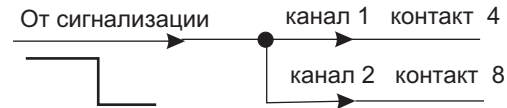

Рис.2. Управление низким потенциалом
Управление низкими потенциалами производится через контакты 4 и 8 (см. рис.2). Движение стекла будет продолжаться до тех пор, пока низкий потенциал присутствует на контакте 4 (8), или до полного закрытия окна, или до упора стекла в препятствие, если оно произойдет раньше снятия низкого потенциала.
Если для управления модулем используется потенциал, то соответствующий выход сигнализации подключается одновременно к управляющим входам 4 и 8 модуля (см.рис.2).